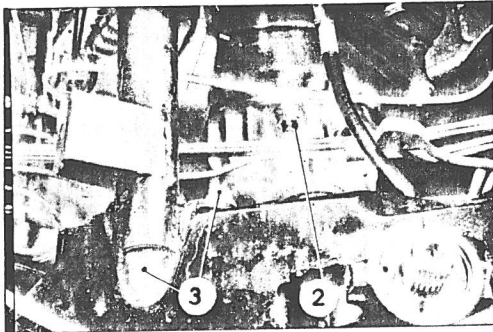

Fig. 19.
- 15. Møtrikken (2) fig. 19 og boltene (3) til befæstigelse af forbro til vanger fjernes. Pas på evt. skiver mellem forbro og vanger.